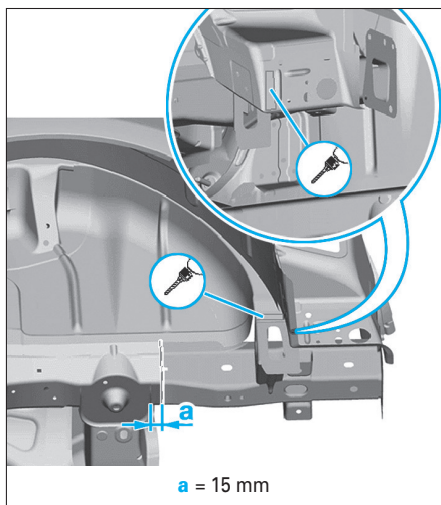

FIG. 160
- Repérer les lignes de coupe conformément à la cote (a) et procéder au découpage (Fig.160).